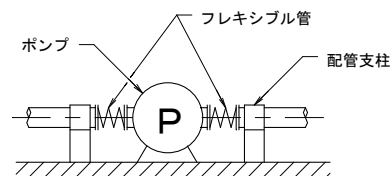

図 2
- (1) ポンプ本体へ吸込管、吐出し管の荷重がかかると、軸継手の芯狂いおよびケーシングの歪みによりガスケット部から漏洩の原因となります。適切な配管支持をしてください。
- (2) ポンプ据付および運転中にポンプ本体へ荷重がかからぬよう、図 2 のようにポンプ吸込口および吐出し口の直近にフレキシブル管を設置ください。